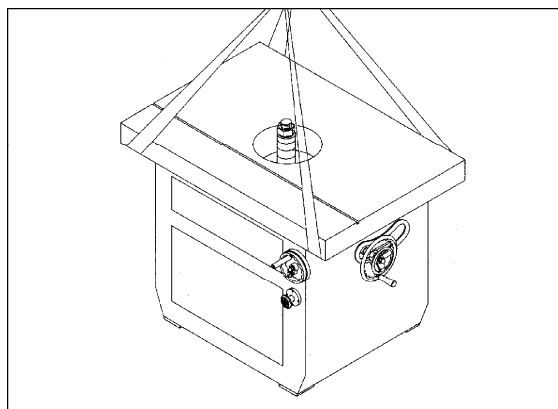
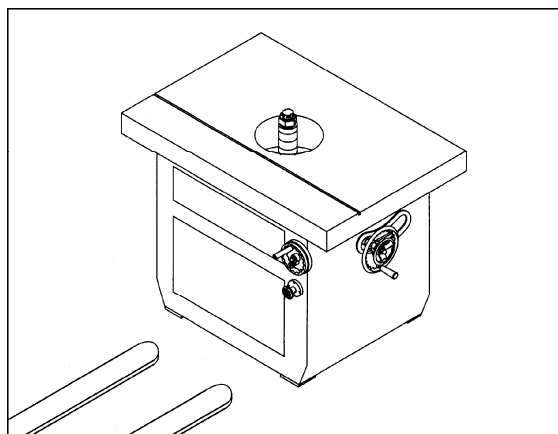

Рисунок 1
Рисунок 2
3. Станок можно поднять краном с лебедками (Рис. 1) либо вилочным погрузчиком (Рис. 2), грузоподъемность каждого оборудования должна составлять не менее 1 тонны. Уберите платформу из-под станка.